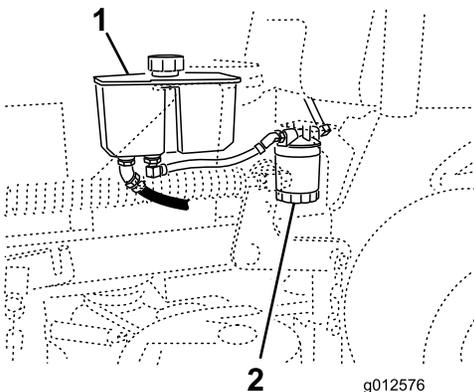

図 76
3. フィルタの取り付け部の下に廃油受けを置く (図 76)。